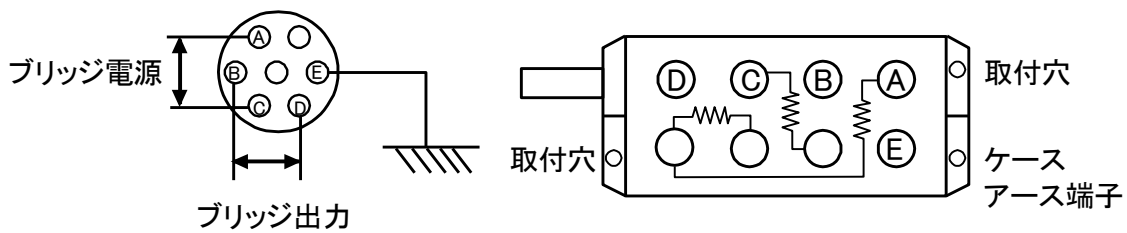

図4-1 ブリッジボックス概観
(1) 設置方法
- B) 固定する場合には図4-1に示す取付穴を利用してビス止めします。
(2) ブリッジボックスの結線(当社5370形)
- A)コネクタの結線は、図4-1に示すようにピン番号A、Cがブリッジ電源の供給で、B、Dが動ひずみ測定器への入力となります。Eはコモン端子です。